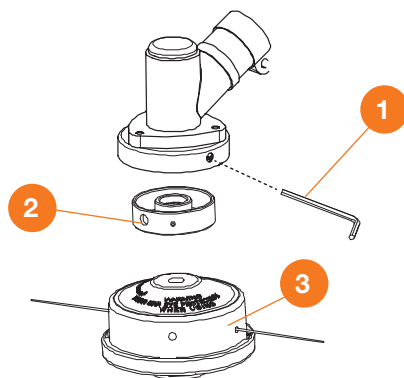

Рис. 4
3. Закрутите катушку **3** в направлении против часовой стрелки (Рис. 4).